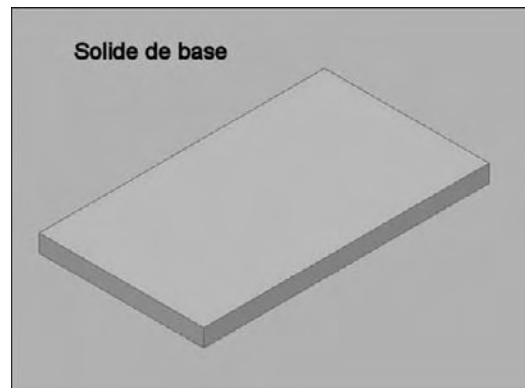

Fig.3.40
- 1] Modélisez le solide de base. Par exemple une boîte (fig.3.40).